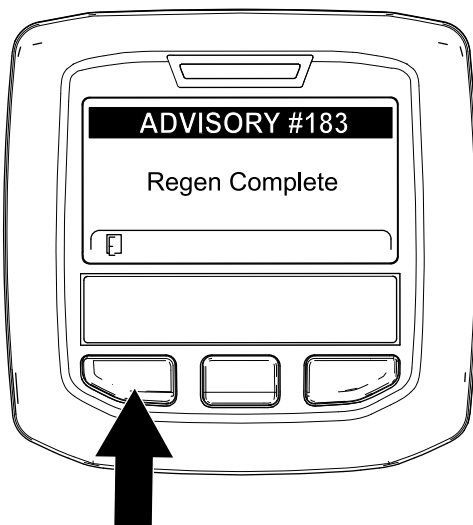

Bild 68
9. Wenn der Motorcomputer eine geparkte Regenerierung oder eine Wiederherstellung-Regenerierung abschließt, wird im InfoCenter ADVISORY #183 (Bild 68) angezeigt. Drücken Sie die linke Taste, um den Homebildschirm anzuzeigen.
Hinweis: Wenn die Regenerierung nicht abgeschlossen wird, wird im InfoCenter „Advisory #184“ (Bild 68) angezeigt. Drücken Sie die linke Taste, um den Homebildschirm anzuzeigen.